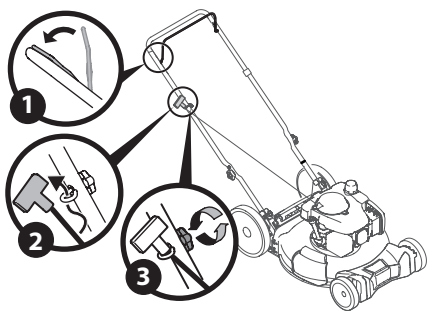

Figura 14
**NOTA:** la guía de la cuerda está unida al costado derecho de la manija superior. Afloje la perilla que sujeta la guía de la cuerda (Figura 14).